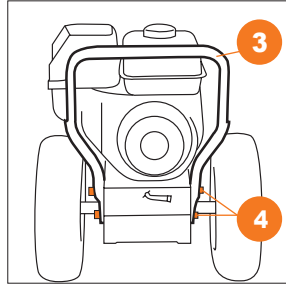
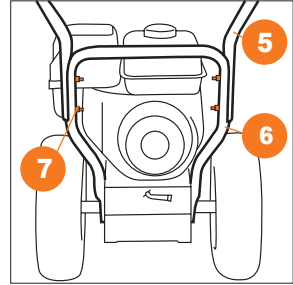

Рис. 7
Рис. 8
**S 6560 / 7565** присоедините и закрепите нижнюю часть рукоятки **3** к корпусу снегоуборочной машины с помощью крепежных элементов **4** (болт M8x35 – 4 шт.) (Рис. 7). Соедините рукоятки панели оператора **5** с нижней частью рукоятки **6** с помощью крепежных элементов **7** (болт M8x40 – 4 шт., фигурная шайба – 4 шт., гайки M8-4шт.) (Рис. 8).